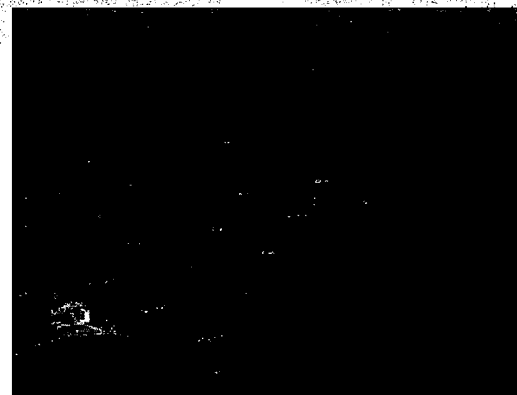

Figure 41
1. Retirez les 4 vis retenant la plaque de plancher au réservoir de solution (voir figure 41).